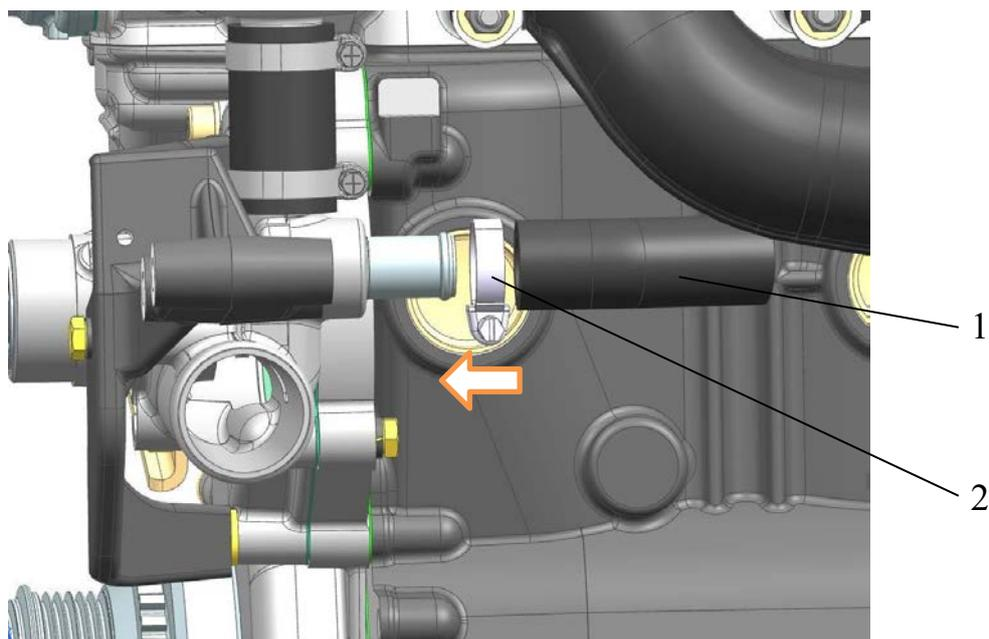

Рис.167. Установка шланга трубки забора охлаждающей жидкости:
**21.** Установить на штуцер водяного насоса шланг 1 (рис.167), соединяющий насос с трубкой забора охлаждающей жидкости, и закрепить хомутом 2, затянув его моментом 4...6 Н·м (0,39...0,6 кгс·м).